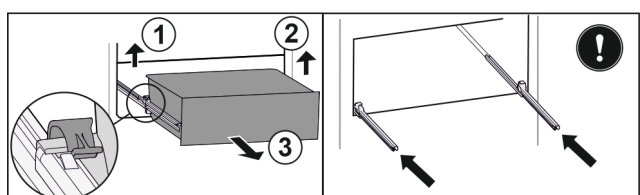

Fig. 244
- ▶ Linke Klemme anheben und gleichzeitig Schubfach links nach vorne ziehen. *Fig. 244 (1)*
- ▶ Rechte Klemme anheben und gleichzeitig Schubfach rechts nach vorne ziehen. *Fig. 244 (2)*
- ▶ Schubfach nach vorne entnehmen. *Fig. 244 (3)*